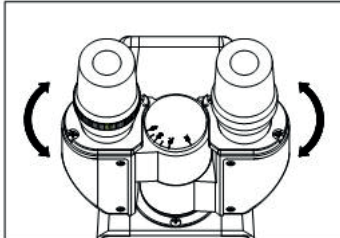

Fig.22
3.3.6 Réglage de la distance interpupillaire (Fig.22)
Lorsque vous observez avec deux yeux, tenez les supports de prisme gauche et droit, tournez-les autour de l'axe pour régler la distance interpupillaire jusqu'à ce que les champs de vision gauche et droit coïncident complètement, comme le montre la figure 22